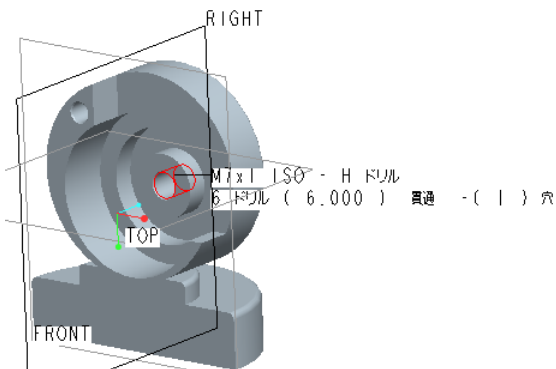

図 6-87 ねじ部の形成図
- 「フィチャー終了」を実行すると、以下の図 6-87 が描かれる。